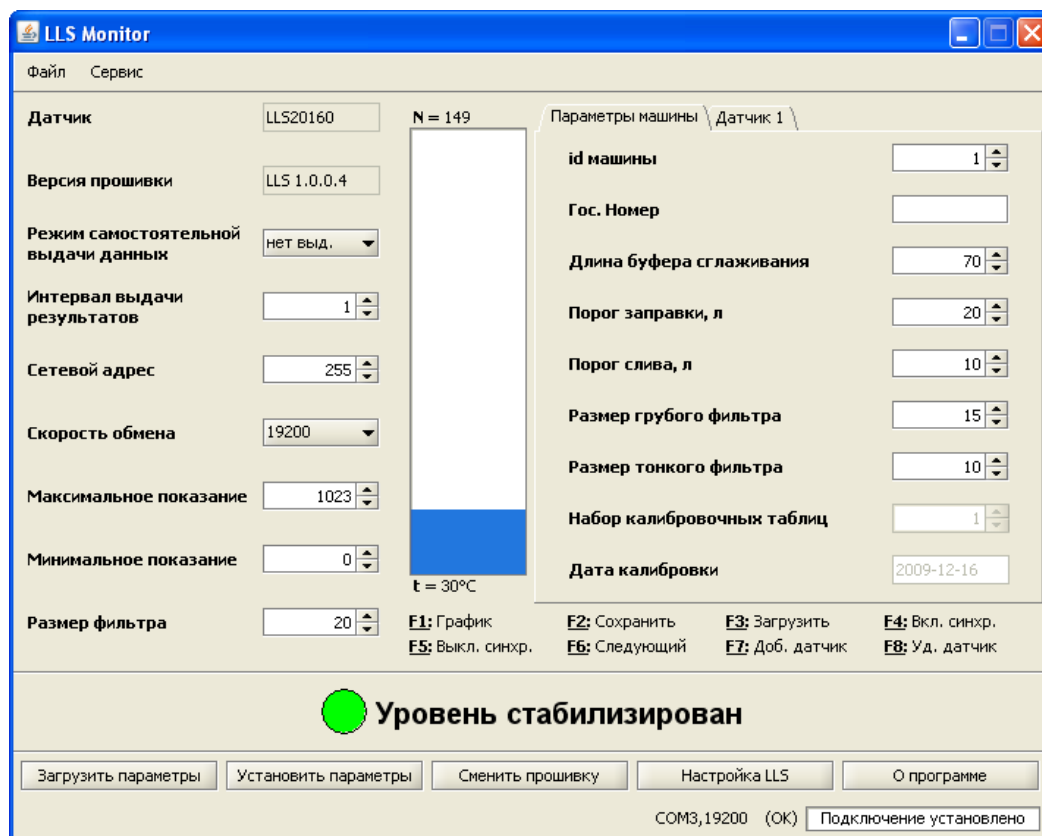
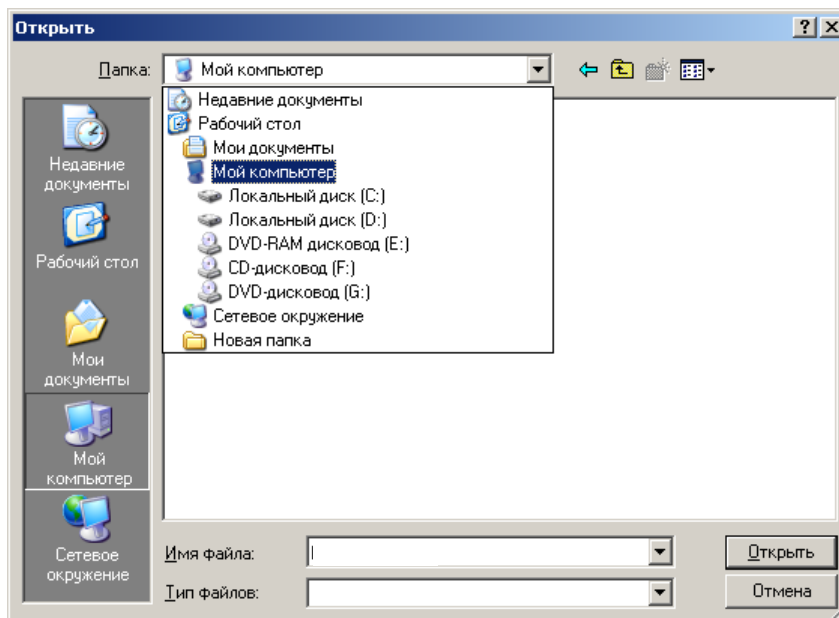

Рисунок 10
Рисунок 20
- 2) Запустить программу LLS Monitor. Откроется главное окно программы (Рисунок 10), в котором отображены текущие настройки подключенного изделия.
- 3) Если все параметры указаны верно, в главном окне программы отобразятся текущие настройки изделия и в нижней части окна появится надпись: «Подключение установлено» (Рисунок 10).
- 1) Нажать кнопку «Настройка LLS» (Рисунок 10). Настройку производить в том топливе, в котором данное изделие будет работать.
- 3) Нажать кнопку «Сменить прошивку» в окне программы LLS Monitor (Рисунок 10). Откроется окно (Рисунок 20), в котором указать путь к файлу новой версии встроенного программного обеспечения, выбрать файл и нажать кнопку «Открыть».
- 1) При необходимости изменить режим выдачи данных на автоматическую выдачу данных по умолчанию (после подачи питания на изделие) в символьном или бинарном виде (Рисунок 10).
- 2) Установить значение интервала выдачи данных (от 1 до 255 сек.) для периодической и автоматической выдачи данных (Рисунок 10). Значение по умолчанию – 1 сек.
- 4) Установить значение диапазона измерения (от 1 до 4095). (Рисунок 10). Значение по умолчанию – 4095. Значение для работы с Регистратором уровня топлива FMS – 1023.
- 5) Установить значение смещения диапазона измерений (от 0 до 1023) (Рисунок 10). Значение по умолчанию – 0. Значение для работы с Регистратором уровня топлива FMS – 0. (Пример использования смещения и диапазона измерения приведен в Приложении И).
- 6) В случае необходимости изменить значение скорости обмена данными (Рисунок 10). Значение по умолчанию – 19200 бит./сек.
- 2) Включить сетевой режим работы изделия в главном окне программы (Рисунок 10)
- 3) Установить сетевой адрес изделия в главном окне программы (Рисунок 10). Сетевой адрес должен быть индивидуален для каждого изделия. Интервал значений сетевых адресов от 1 до 254.
- 4) Установить значение интервала выдачи данных (от 1 до 255 сек.) для периодической и автоматической выдачи данных (Рисунок 10). Значение по умолчанию – 1 сек.
- 5) Установить значение диапазона измерения (1 до 4095). (Рисунок 10). Значение по умолчанию – 4095. Значение для работы с Регистратором уровня топлива FMS – 1023.
- 6) Установить значение смещения диапазона измерений (от 0 до 1023) (Рисунок 10). Значение по умолчанию – 0. Значение для работы с Регистратором уровня топлива FMS – 0. (Пример использования смещения и диапазона измерения приведен в Приложении И).
- 7) В случае необходимости изменить значение скорости обмена данными (Рисунок 10). Значение по умолчанию – 19200 бит./сек.